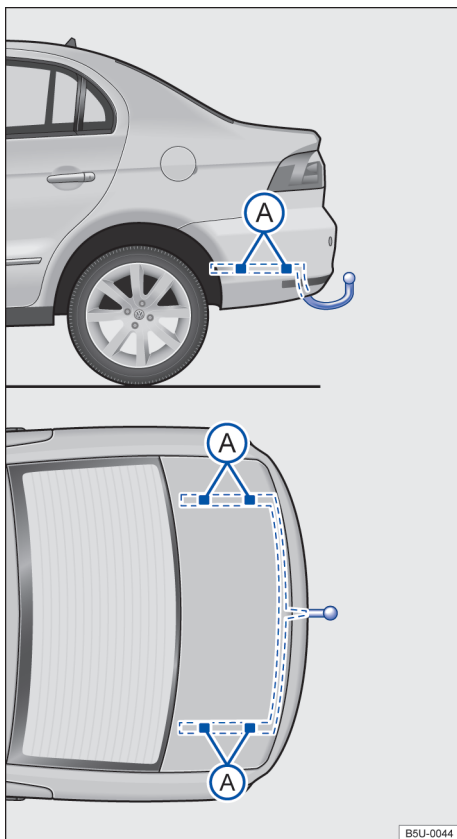

Fig. 103 Pontos de fixação para instalar um dispositivo de reboque posteriormente.
A figura → Fig. 103 ilustra, como exemplo, o ponto de fixação para instalar um dispositivo de reboque do modelo Voyage.
A montagem posterior de um dispositivo de reboque deverá ser efetuada de acordo com as instruções do respectivo fabricante do engate, sempre respeitando os pontos de fixação indicados na → Fig. 103 (A).